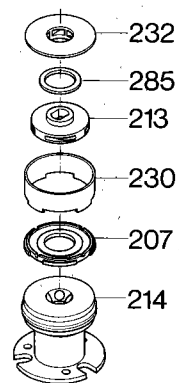

Fig. 1
Mellemring og tætning placeres oven på indløbsdelen, pos. 214. Løber, pos. 213, monteres på akselen og trykkes mod tætningen, pos. 207. Løberkraven skal passe ind i hullet i tætningen. Skive, pos. 285, monteres oven på løberen. Ledeapparat, pos. 232, monteres oven i mellemringen, se fig. 1.